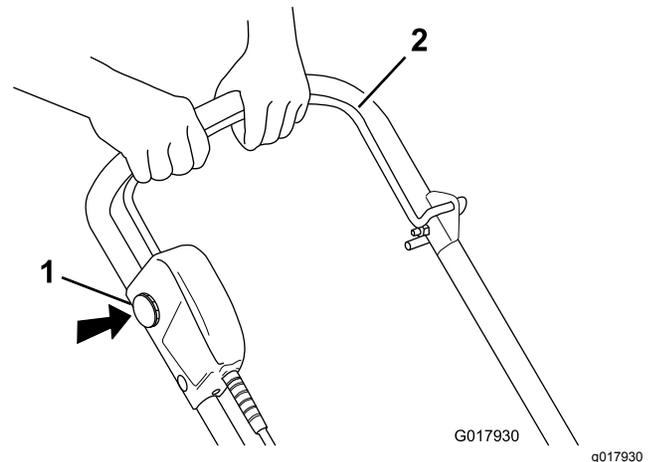

Рисунок 10
1. Чтобы запустить двигатель, вставьте кнопку блокировки (ключ), нажмите и держите кнопку блокировки (ключ) в нажатом положении и прижмите штангу управления питанием к рукоятке (Рисунок 10).